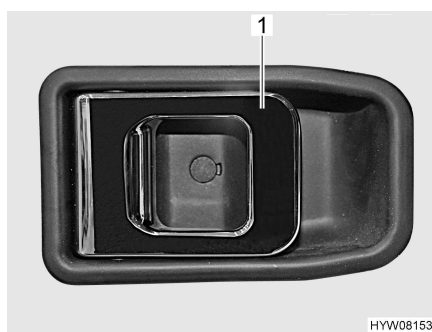

Fig. 17 Cerradura de la puerta (puerta del conductor, en el interior)
- Tirar del tirador (Fig. 17,1). Se desbloqueó la cerradura de la puerta.
- Empujar el tirador (Fig. 17,1) hacia el interior del alojamiento del tirador. La cerradura de la puerta está bloqueada.